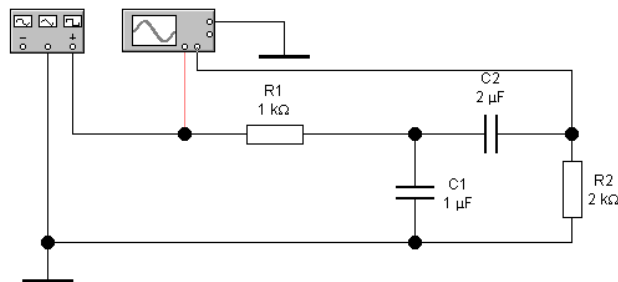

Рисунок 3 - Схема исследования временных характеристик полосового звена
1. Собрать схему электрической цепи (рисунок 3).